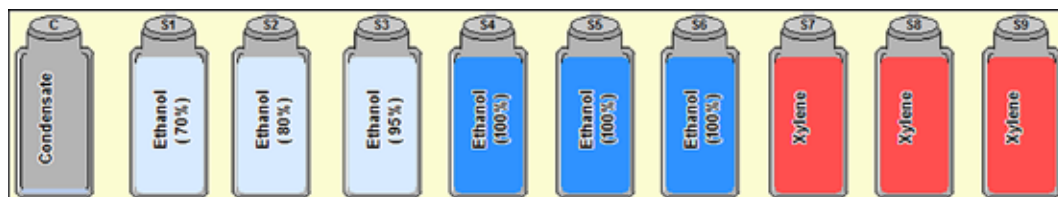

Fig. 50
- Recipientele de sistem sunt denumite de la „S1” la „S9” și sunt combinate într-o zonă separată de pe ecran (Fig. 50). Recipientul de condens, denumit „C”, se află în stânga.